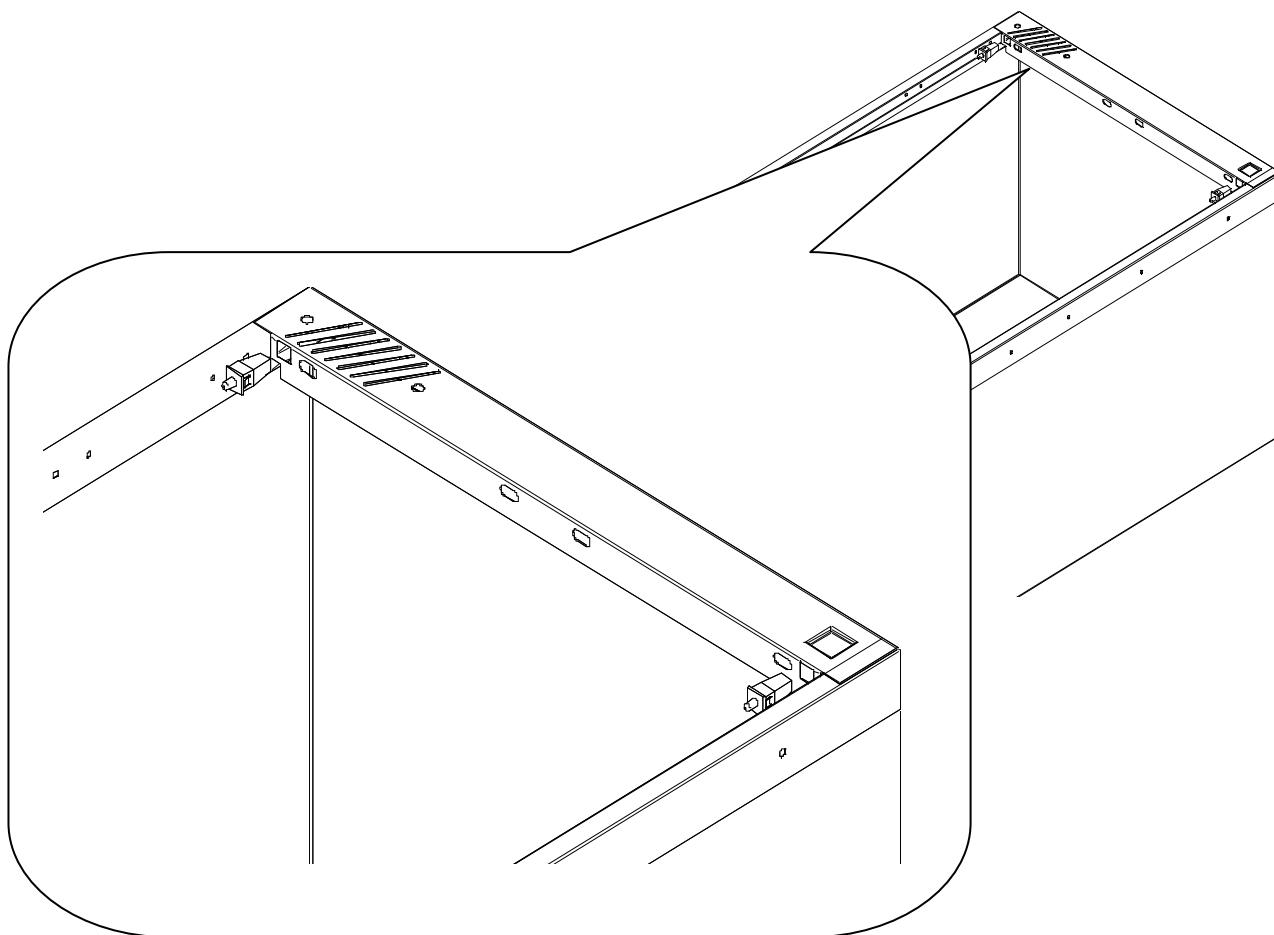

Рис.6
3.6. Установить пластиковые пружинные петли в лицевую панель внизу и вверху шкафа. (Рис.6)